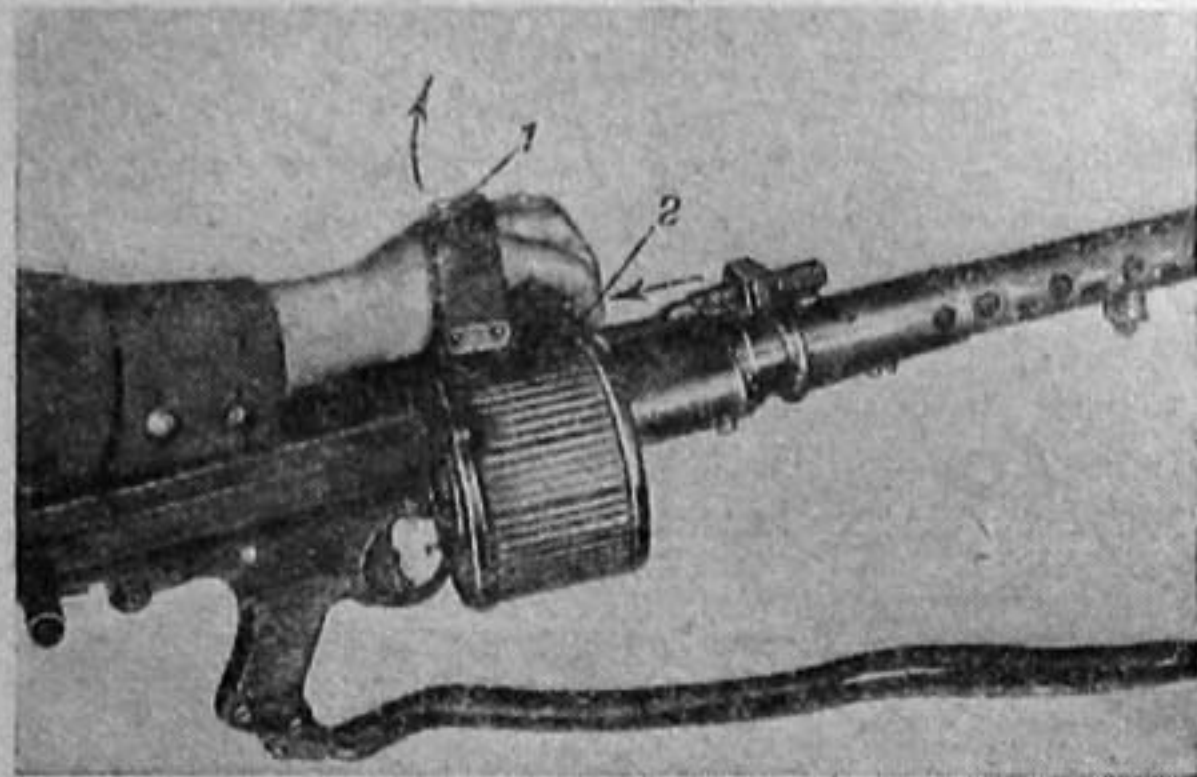

Рис. 17. Как снять магазин:
2. Взять магазин правой рукой под ремешок (рис. 17), прижать пальцами отпирающий рычаг к магазину и,